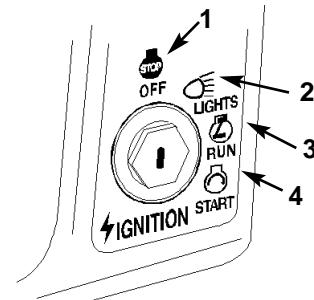

Bild 6
2. Die Zündung auf "AUS" drehen (Bild 6).
2. Den Zapfwellenantrieb (ZWA) in die "EIN"-Stellung ziehen (Bild 6).